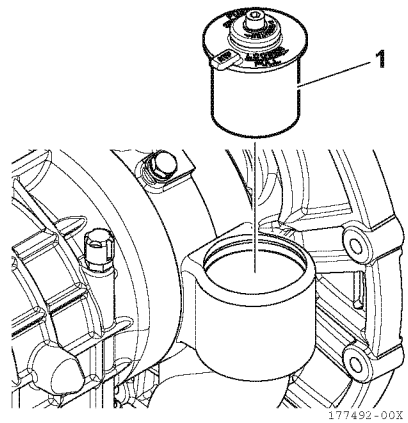

Figura 22
13. Instale el conjunto del filtro de aceite (1, **Figura 22**) en la caja de cambios.